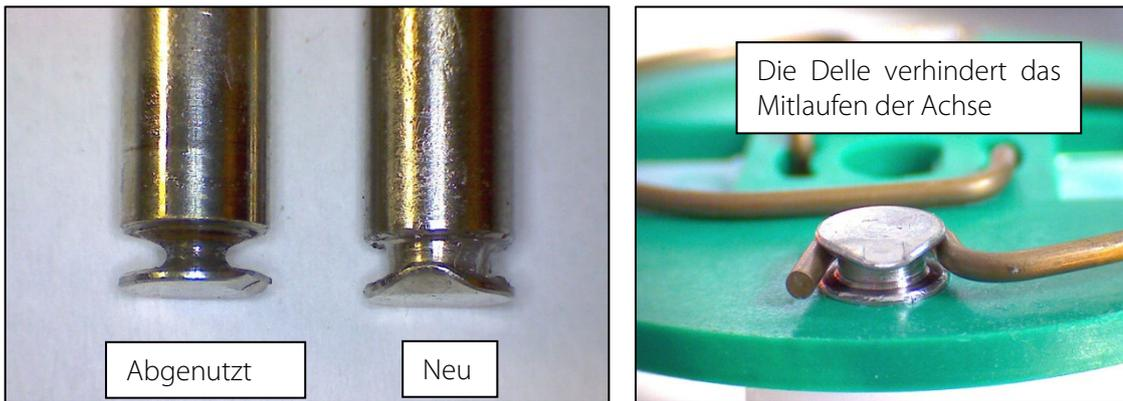

Abbildung 19 Überprüfung der Achsen der Andruckrollen
3. Pumpenkopf ② von der Motorwelle ziehen
5. Das Entfernen der Federn (4 Stück) ③ vom Rollenträger ist ohne Zuhilfenahme von Werkzeugen einfach möglich. Hierzu Feder aus der Nut ④ neben der Wellenbohrung herausziehen
6. Die Rollenachsen demontieren und die Rollen wechseln. Darauf achten, dass die Andruckfeder nicht in die Achse eingelaufen ist und die Einpressung (Delle) an der Achsenstirnseite beschädigt hat. Bei Abnutzung muss die Achse gewechselt werden (siehe Abbildung 19).
- Sicherstellen, dass die Kunststoffrollen leicht auf der Achse rollen. Nach dem Wiedereinbau der Achse mit Rolle in den Rollenträger muss die Feder wie in Abbildung 19 gezeigt, montiert sein. Bitte auf richtige Ausrichtung der Einkerbung (Delle) achten.